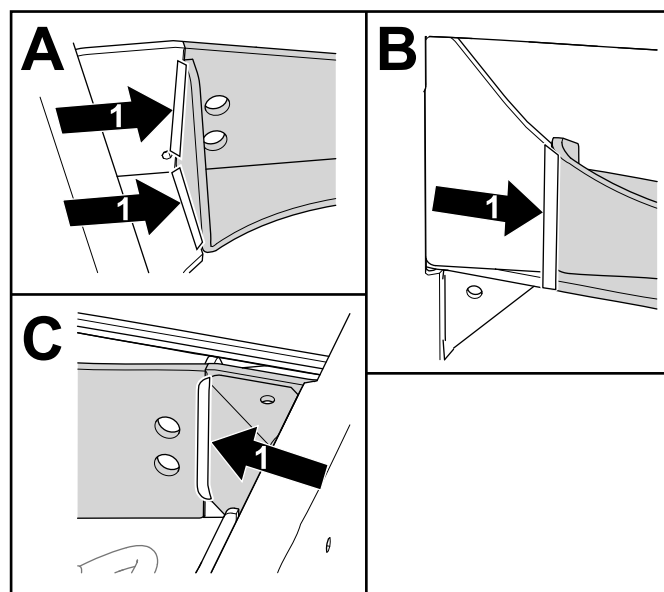

図 15
1. 後アクスルサポートを 図 15 に示すエリアに溶接する。機体の反対側でも同じ作業を行う。